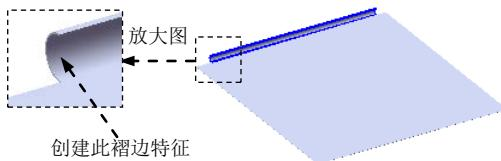
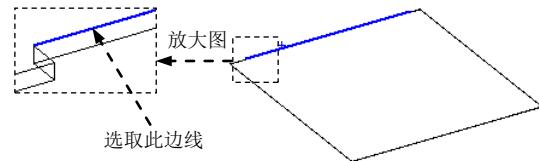

图 17.12.15 创建褶边 1
图 17.12.16 定义特征的边线
Step3. 创建图 17.12.15 所示的褶边 1。
(1) 选择命令。选择下拉菜单插入(I) → 钣金(H) → 褶边(H)...命令，系统弹出“褶边”对话框。
(2) 定义特征的边线。单击**边线(E)**区域中的“折弯在外”按钮C，选取图 17.12.16 所示的模型边线为生成褶边的边线。
(3) 定义褶边类型和大小。单击**类型和大小(I)**区域中“滚轧”按钮 C 。在 C 文本框中输入角度值 180，在 C 文本框中输入数值 6.0。
(4) 单击 \checkmark 按钮，完成褶边 1 的创建。